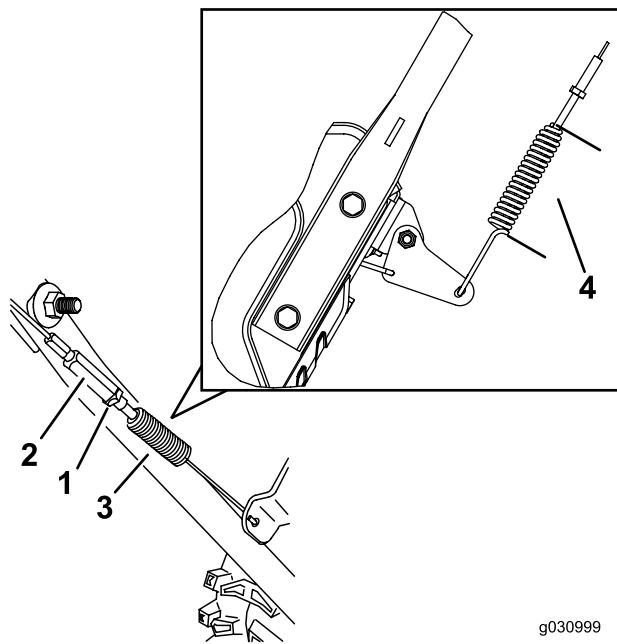

Figura 29
3. Afloje o apriete el tensor para ajustar la longitud del muelle a 5.5 cm (2-3/16"), como se muestra en la Figura 29.
4. Apriete la contratuerca (Figura 29), asegurándose de que hay una ligera tensión en el cable.